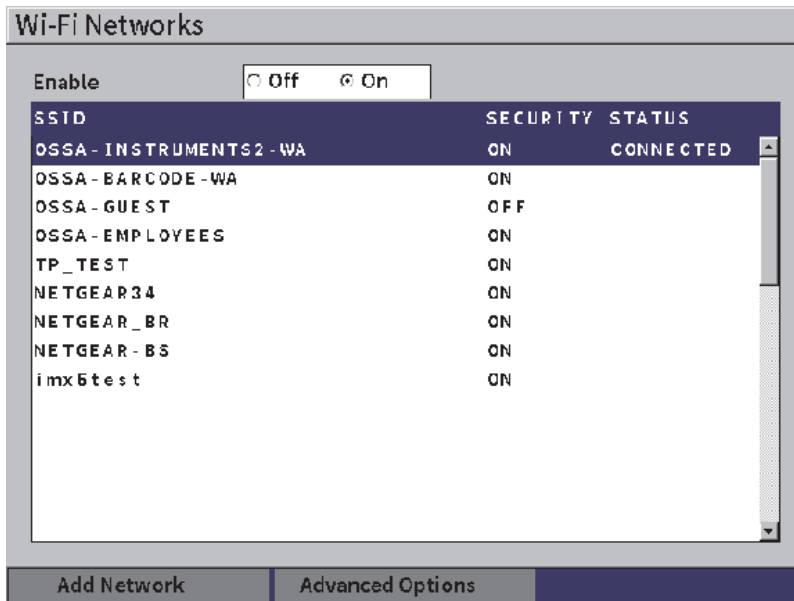

Figura 10-1 Página de configuração de rede sem fio
2. Selecione o ícone **Redes sem fio** () para abrir a página de configuração **Redes sem fio** (veja Figura 10-1 na página 170).